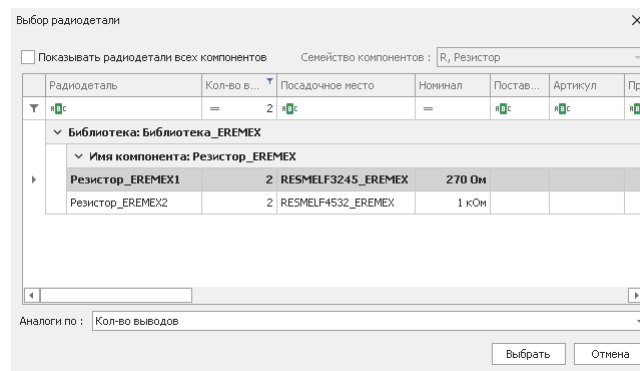

Рис. 89 Окно "Выбор радиодетали"
2. Выбрать радиодеталь в окне «Выбор радиодетали», см. Рис. 89.